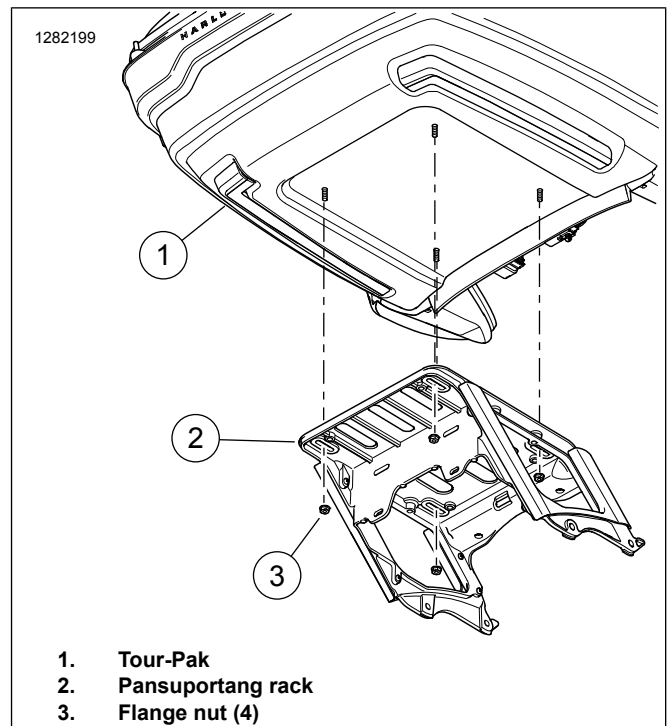

Figure 3. Mount ng Tour-Pak
- b. Tingnan ang Figure 3 . Alisin ang mga flange nut (3) na nagkakabit sa Tour-Pak sa pansuportang rack.